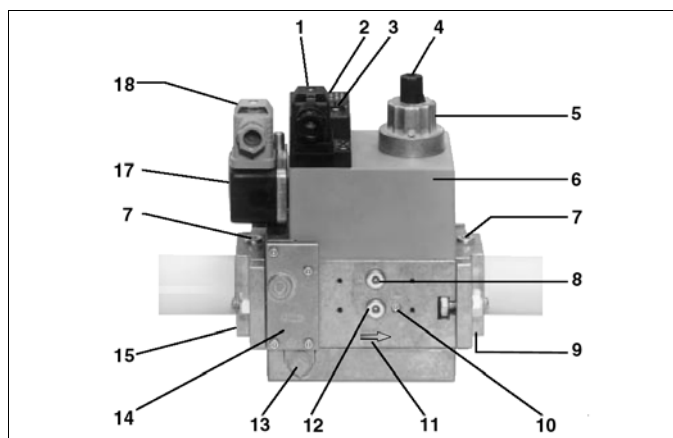

Fig. 19
- 1 Accendere il bruciatore portando a ON l'interruttore principale **S1** del bruciatore (Fig. 19): in caso di blocco (segnalato dal LED **B1** del quadro di controllo) premere il pulsante RESET (**S2**) presente sul quadro del bruciatore (vedi Fig. 19). Consultare il capitolo "Funzionamento";